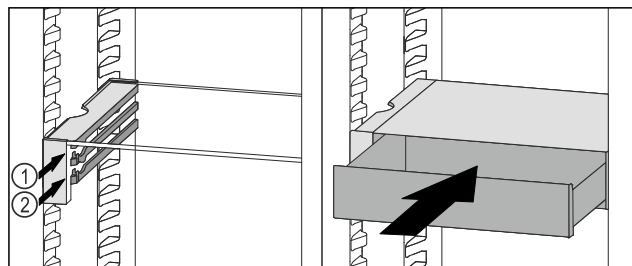

Fig. 70
- ▶ Predal VarioSafe namestite za zaustavljalnimi elementi na zeleni nastavek Fig. 70 (1) ali Fig. 70 (2).